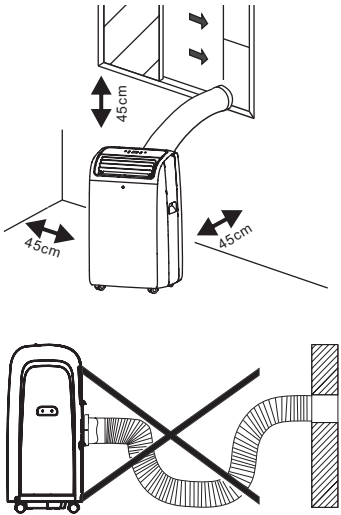

Рис. 5
5. При подсоединении шланга-воздуховода и изменении его длины не допускайте провисаний и изгибов (см. Рис. 5).